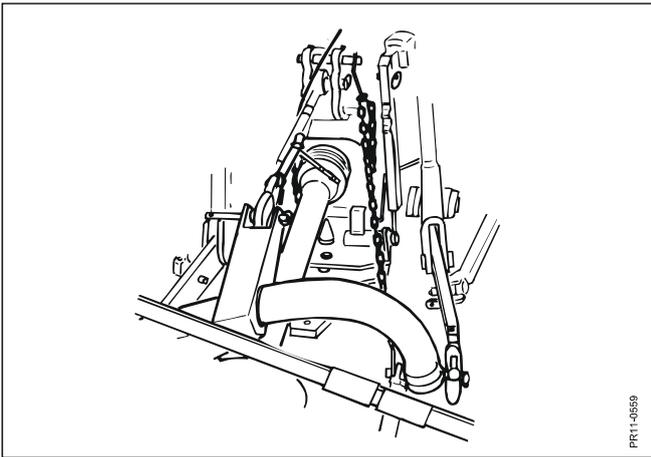

Fig. 2-6
- Fig. 2-6:** Für Stabilisierung des Bodenanschlags kann eine Haltekette geliefert werden – siehe JF-Ersatzteilliste.